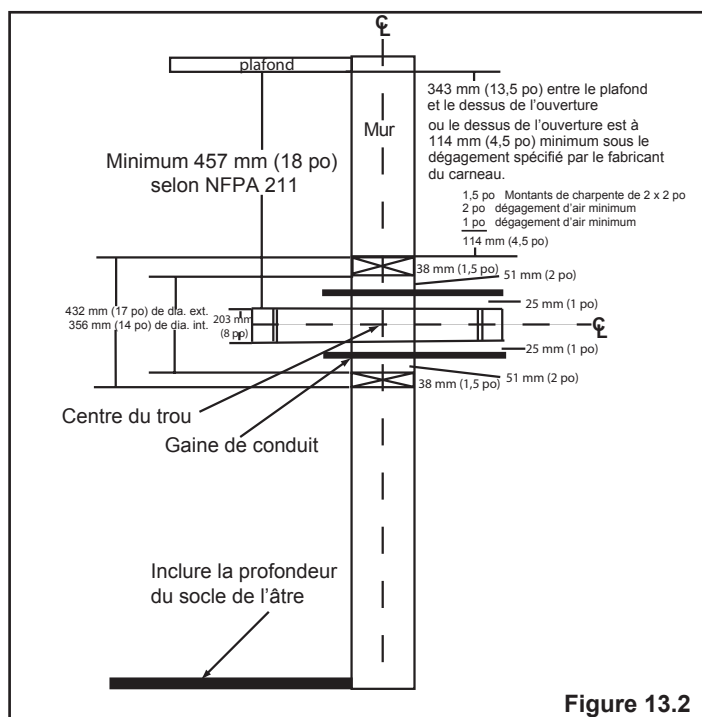

Figure 13.2
- L'ouverture en haut du mur doit être à au moins 343 mm (13 1/2 po) du plafond ou à 114 mm (4 1/2 po) au-dessus du dégagement minimum spécifié par le fabricant du carneau. Le dégagement vertical minimum selon NFPA 211 est de 457 mm (18 po) depuis le carneau et le plafond ou égal à la valeur minimale recommandée par le fabricant du carneau. **Figure 13.2**
1. Pratiquez une ouverture dans le mur intérieur à la hauteur prévue pour l'entrée du carneau dans la cheminée en maçonnerie. **Figure 13.2**
3. Construisez un cadre de 432 x 432 mm (17 x 17 po) (dimensions extérieures) pour l'ouverture du mur en utilisant du bois de charpente de 51 x 51 mm (2 x 2 po). L'intérieur de ce cadre doit avoir une ouverture de 356 x 356 mm (14 x 14 po) minimum. **Figure 13.2**